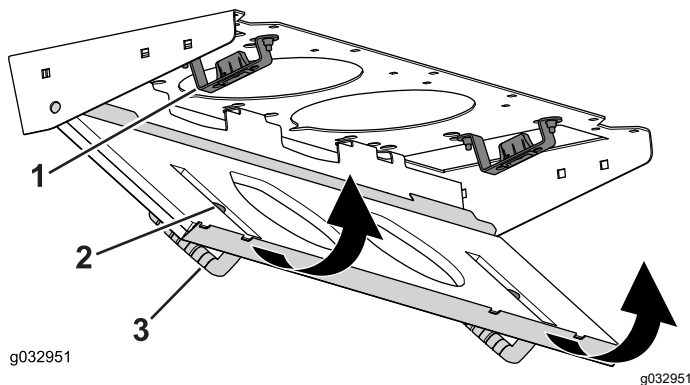

Bild 84
4. Drehen Sie den Filterschirm um die Laschen, bis der Riegel in die Riegelhalterung (Bild 84) einrastet.